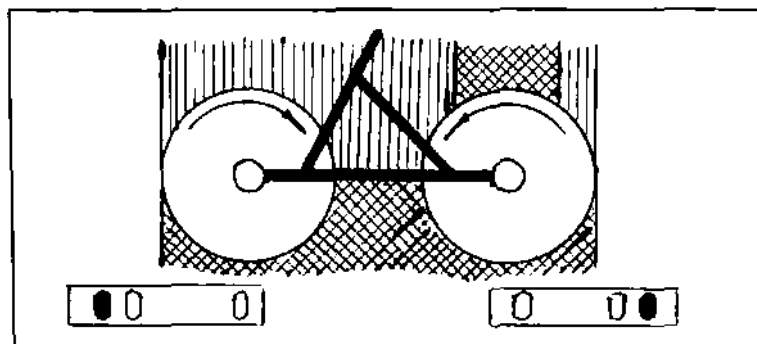

Рис. 4.6. Технологическая схема работы
4.6. При сгребании установите копир ротора в положение "Сгребание" /рис.4.6/, втулочно-роликовая цепь должна быть установлена на звездочки с числом зубьев 14 и 32.
4.9. Оборачивание и сдваивание валков производится при установке копира в положение "Сгребание" /рис.4.6/.